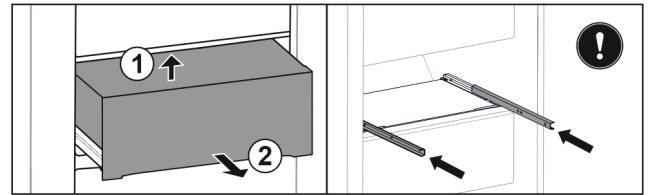

Fig. 99
- ▶ Lyft utdragslåda underifrån i bak. Fig. 99 (1)
- ▶ Ta ut utdragslåda genom att dra den framåt. Fig. 99 (2)